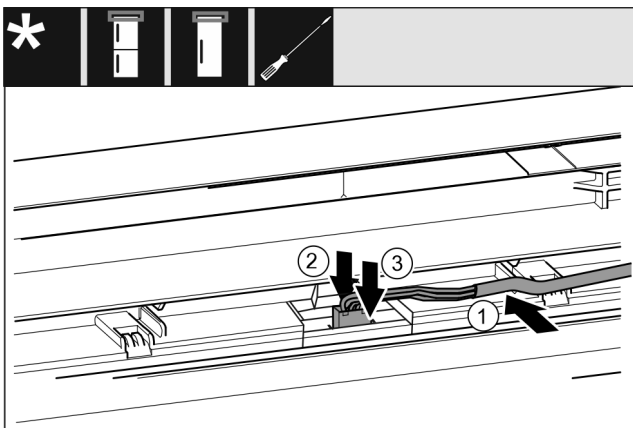

Fig. 44
- ▶ Вложите серый кабель в направляющую в верхней двери. Fig. 44 (1)
- ▶ Прижмите язычок защелки назад. Fig. 44 (2)
- ▶ Зафиксируйте штекер. Fig. 44 (3)